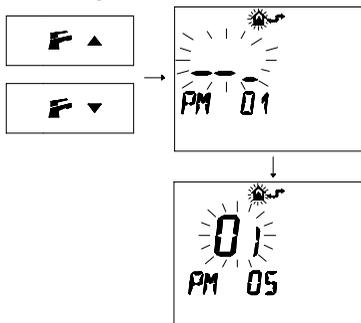

fig. 8.4
- 3 Premere i pulsanti o per visualizzare la programmazione "PM 05" Tipo gas primo livello fig. 8.4